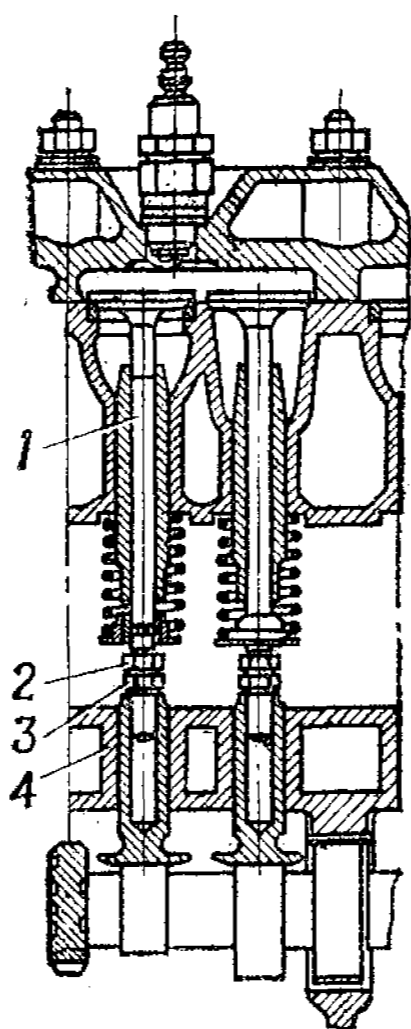

Рис. 13. Привод клапанов:
30. Проворачивая коленчатый вал, проверить и при необходимости отрегулировать зазор между головкой регулировочного болта 2 (рис. 13) толкателя 4 и торцом стержня клапана 1:
— проверить зазор между торцом стержня клапана 1 (рис. 13) и головкой регулировочного болта 2 толкателя;